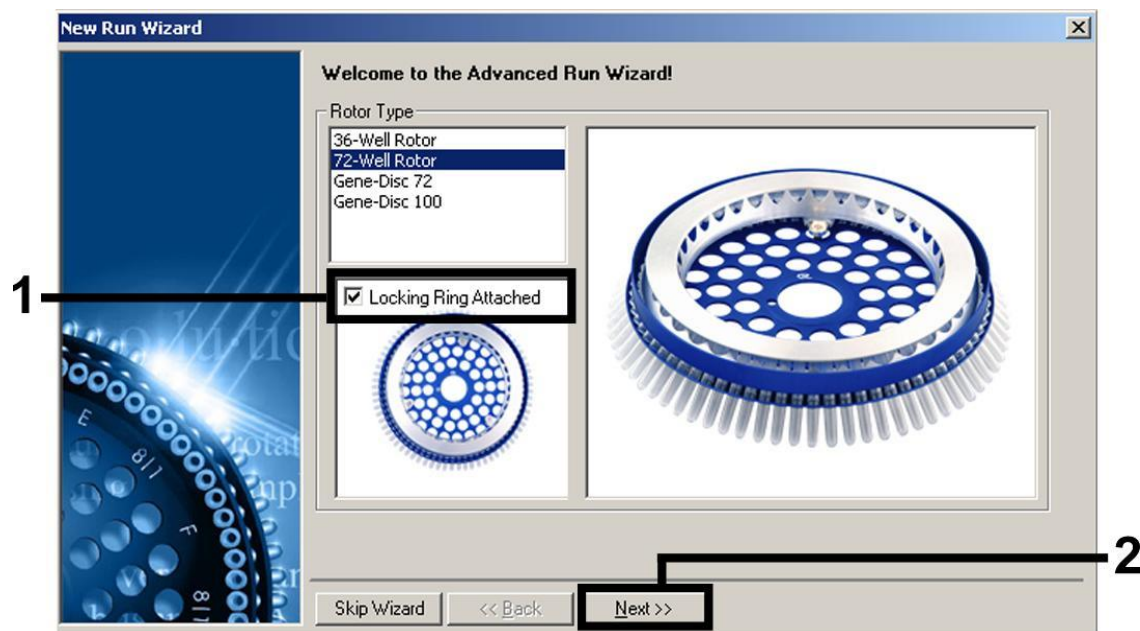

Fig. 3. Caixa de diálogo “New Run Wizard”.
Definir os parâmetros gerais de ensaio	Figs. 3, 4, 5
6. Primeiro, abra a caixa de diálogo “New Run Wizard” (“Assistente de nova corrida”) com a versão “Advanced” (“Avançado”) (fig. 3). Marque a caixa “Locking Ring Attached” (“Anel de bloqueio preso”) e clique em “Next” (“Seguinte”).